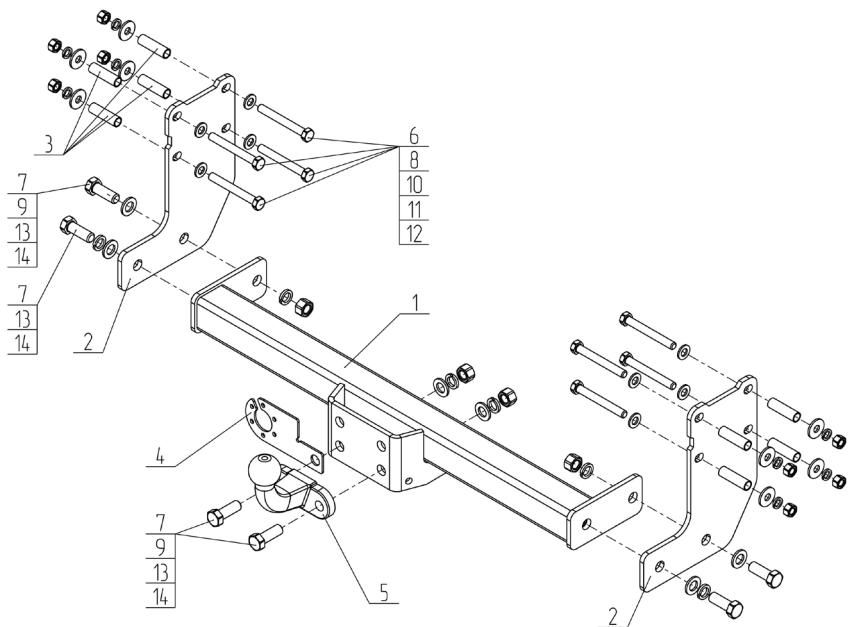

Рис.1.
- Установить боковые кронштейны (поз.2) с помощью крепежных элементов, показанных на Рис.1 и дистанционных втулок (поз.3), втулки использовать в зависимости от комплектации а/м. Крепеж не затягивать;